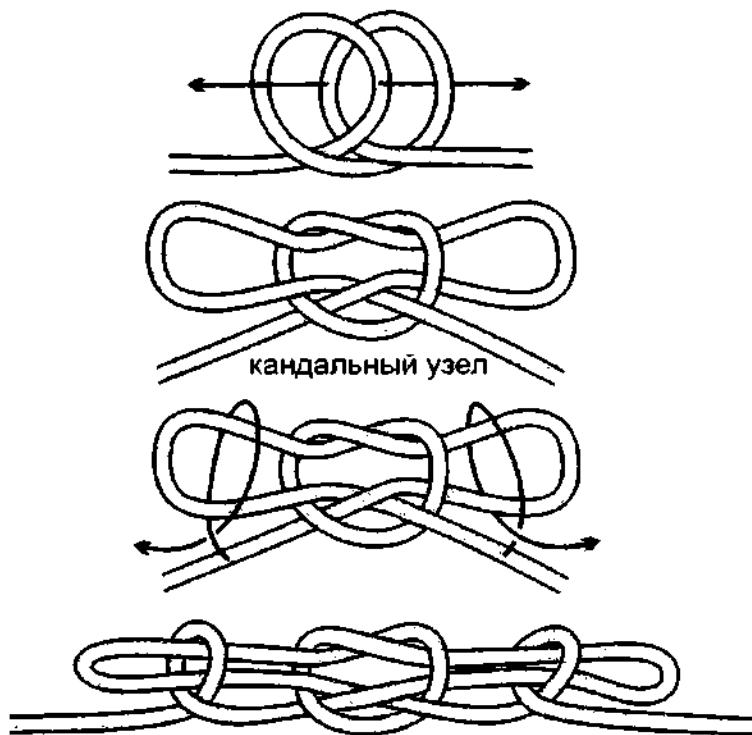
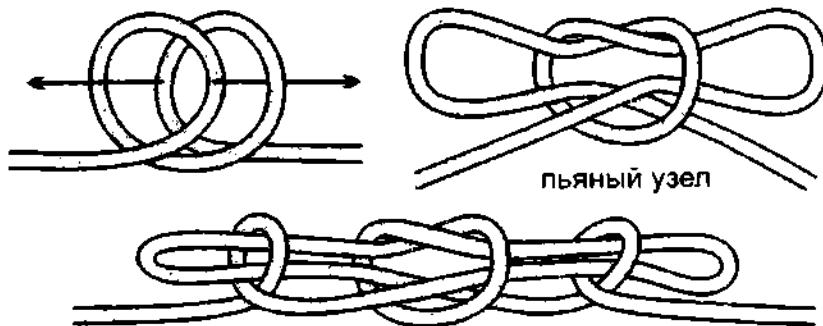

Рис. 144. 2-й способ вязки колышки с рифом – узел вяжется из кандалального узла. Этим способом можно легко отрегулировать длину укорачиваемого троса.
Рис. 145. Колышка с рифом, завязанная по ошибке из пьяного узла. считается завязанной неправильно.
**2-й способ вязки колышки с рифом.** *Колышка с рифом* вяжется из *кандалального узла*, на петли которого надеваются полууштыки (рис. 144). Завязывая *колышку с рифом* вторым способом, нужно быть внимательным, чтобы по ошибке не связать её из *пьяного узла* (рис. 145). Такая колышка по крепости уступает *колышке с рифом*, и примерно равняется обычновенной *колышке*.